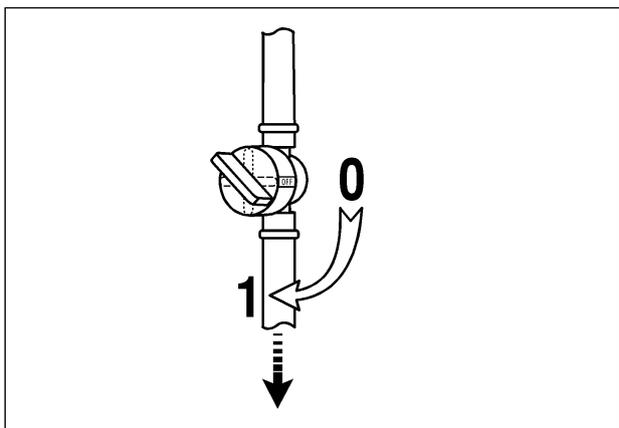

Abb. 13
1. Den Benzinhahn öffnen. Der Griff sollte gemäß Abb. 13 nach unten zeigen.